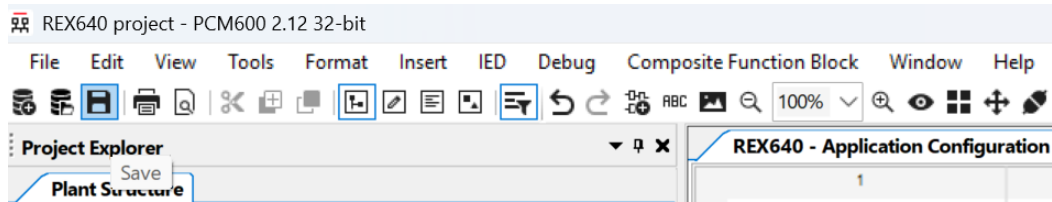

Imagen 70_Opción de "Guardar" para PCM600.
2.1.25 Para este punto sugerimos guardar el progreso llevado ya que es la base para poder seguir avanzando. Solo se selecciona el icono marcado en la **Imagen 70** y guarda todo lo realizado.